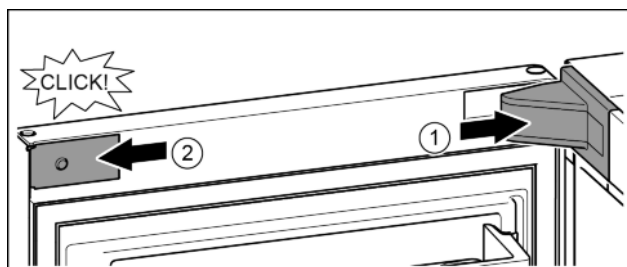

Fig. 18
- Założyć osłonę płytki zawiasu i zazębnić, ew. ostrożnie odsunąć. Fig. 18 (1)
- Założyć zaślepkę z boku i zazębnić. Fig. 18 (2)